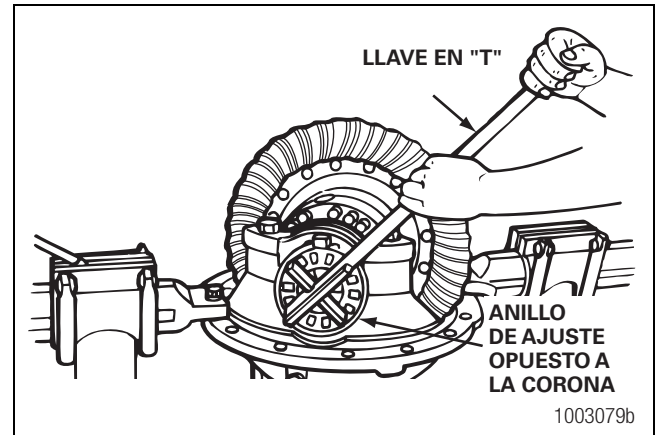

Figura 5.54
2. Use una llave de barra en "T" para aflojar el anillo de ajuste del cojinete opuesto a la corona. Una pequeña cantidad de juego axial aparecerá en el indicador de esfera. Figura 5.54.